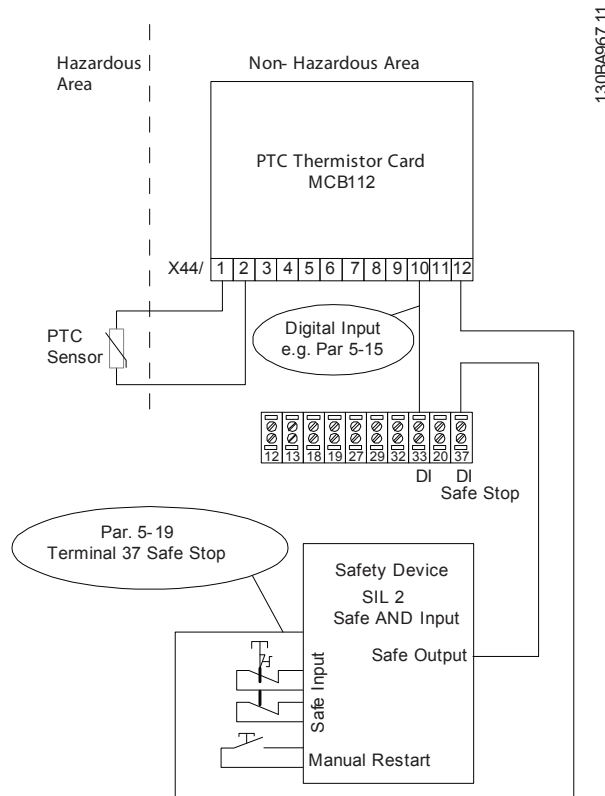

Bild 3.3 Kombination av en STO-tillämpning och en MCB 112-tillämpning
- Kortslutningsskydda anslutningen från utgången på säkerhetsenheten med den säkra AND-logiken till STO-plinten 37, se Bild 3.3.
Bild 3.3 visar en omstartsingång för den externa säkerhetsenheten. Det betyder att i denna installation kan 5-19 Plint 37 Säkerhetsstopp vara inställd på [7] PTC 1 och relä W eller [8] PTC 1 och relä A/W. I handboken till VLT® PTC-termistorkortet MCB 112 finns mer information.